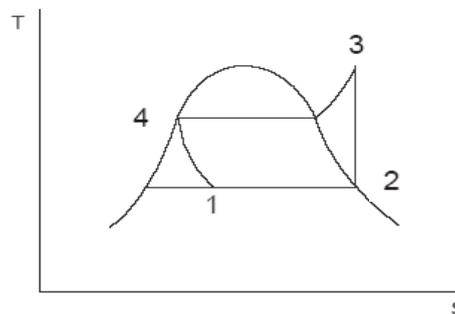

Figura 2
38. Na figura 2 é representado um diagrama temperatura-entropia de um ciclo ideal de refrigeração por compressão de vapor.
O trecho do diagrama (figura 2) referente ao condensador é o